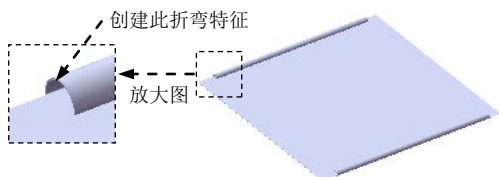
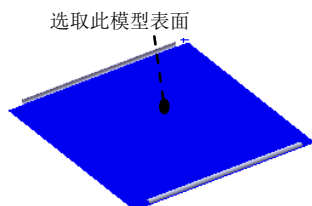
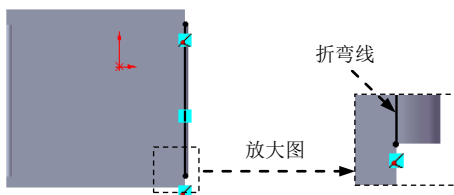
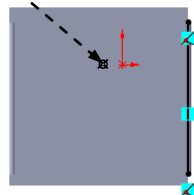

图 17.11.32 创建绘制的折弯 2
图 17.11.33 定义草图平面
图 17.11.34 横断面草图
图 17.11.35 固定侧的位置
Step7. 创建图 17.11.32 所示的钣金特征——绘制的折弯 2。选择下拉菜单 **插入(I)** **钣金(H)** **绘制的折弯(S)...** 命令；选取图 17.11.33 所示的模型表面为草图平面，绘制图 17.11.34 所示的横断面草图；定义图 17.11.35 所示的固定侧；在 **折弯位置:** 选项中单击选中“材料在外”按钮 ，并在  文本框中输入值 90。单击  按钮，完成绘制的折弯 2 的创建。